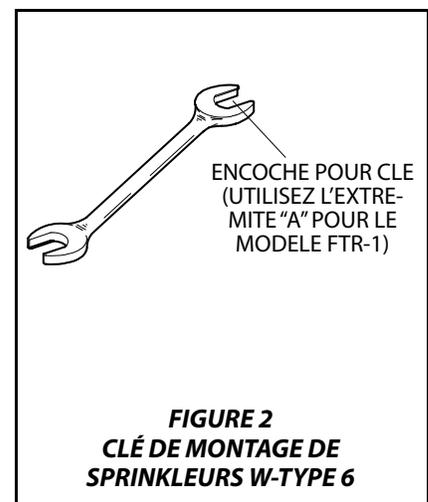

FIGURE 2
Étape 3. Serrez le FTR-1 au moyen d'une clé en utilisant uniquement la clé de montage 6 type W (Extrémité A). L'encoche pour clé de la clé de montage (Réf. Figure 2) doit être appliquée sur les rainures pour clé du FTR-1 (Réf. Figure 1).